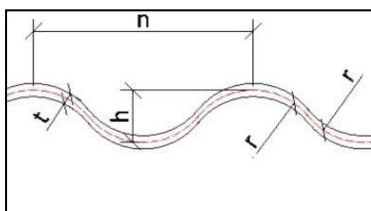

Рис. 28.13
Параметры гофра (геометрия построения волны) показаны на рис. 28.13.
**n** - длина волны гофра, мм (рис. 28.13);